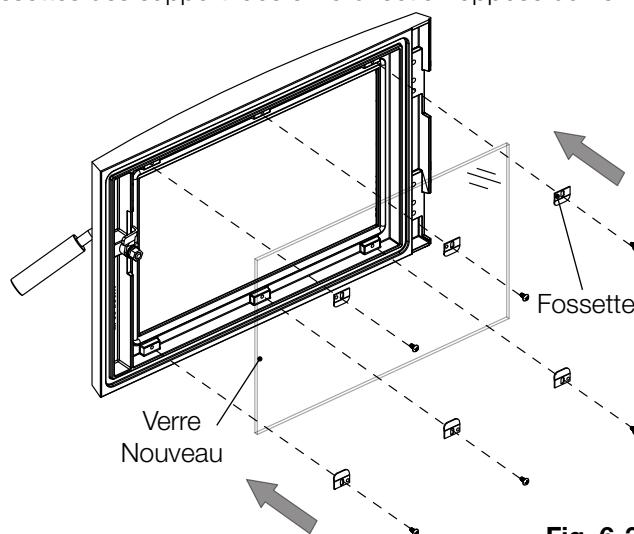

Fig. 6-3
7. Fixez encore les 6 supports de verre en installant les 6 vis précédemment retirées en étape 2 (**Fig. 6-3**). Assurez-vous que les fossettes des supports sont face en la direction opposée du verre.